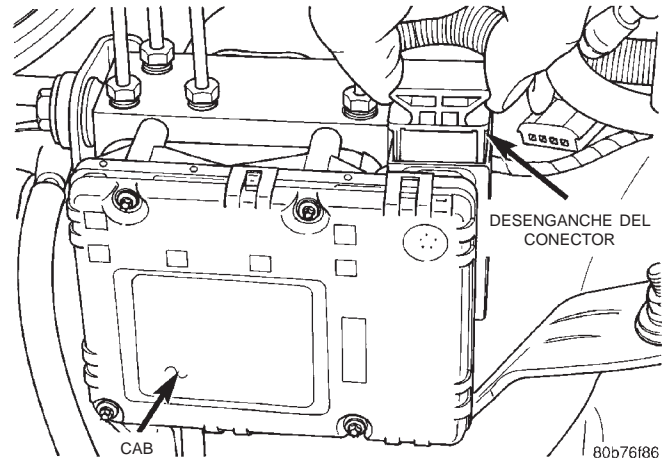
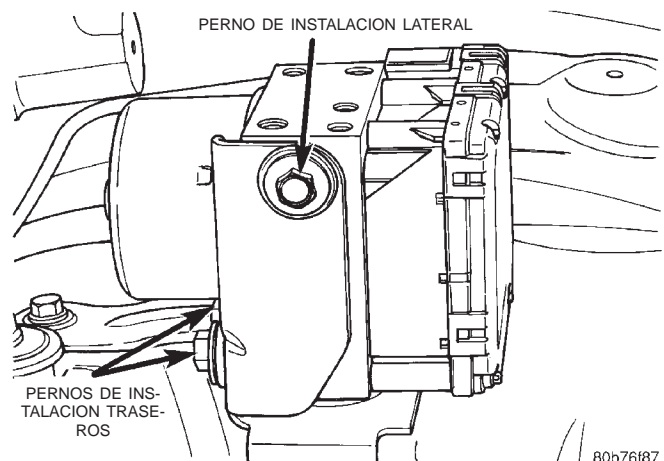

Fig. 6 Desenganche del conector del CAB
Fig. 7 Conjunto de HCU y CAB
- (1) Retire el cable negativo de la batería.
- (2) Retire la caja del depurador de aire. Consulte el grupo 14, Sistema de combustible.
- (3) Tire hacia arriba el desenganche del conector del mazo del CAB y retire el conector (Fig. 6).
- (4) Retire los tubos de freno de la HCU.
- (5) Retire el perno de instalación lateral y los dos pernos de instalación traseros de la HCU y CAB (Fig. 7).
- (6) Retire el conjunto de HCU y CAB del vehículo.